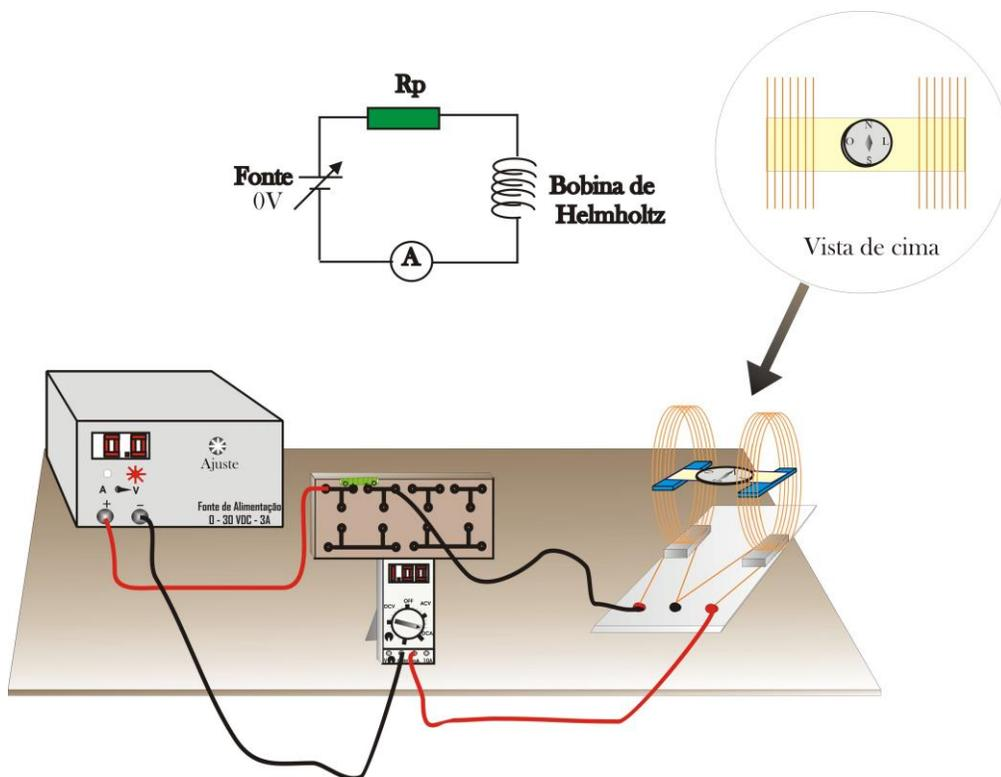

Figura 3 – Configuração experimental para determinação do campo magnético terrestre utilizando a bobina de Helmholtz.
- Faça este mesmo experimento usando como fonte de campo magnético a bobina de Helmholtz, como indicado na figura 3 abaixo.